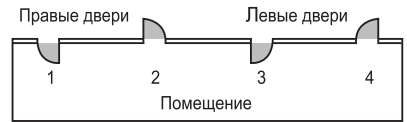

рис. 2
1. Замок накладной цилиндрический «БУЛАТ», предназначен для запирания внутренних дверей общественных зданий и входных дверей в квартиры. Замок пригоден для левых и правых дверей (рис. 2), открывающихся во внутрь или наружу.